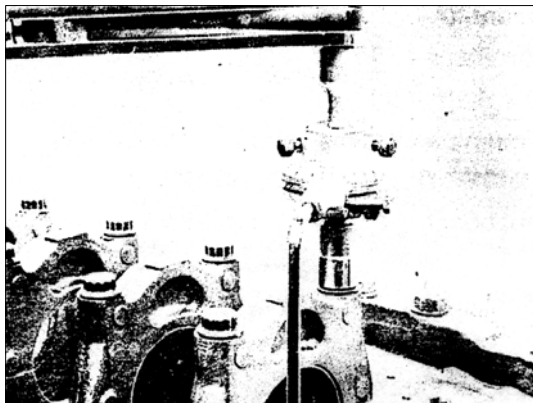

РИС. 15
- 3) Закрутите и затяните болты крышек коренных подшипников с начальным крутящим моментом в.5+1 кг·м и наконец, вращайте под $90^{\circ}+20^{\circ}$, используя инструмент угловой индексации (рис.15).